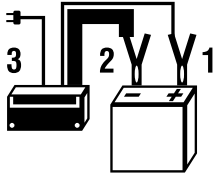

Fig. 3 – Secuencia para conectar el cargador
- c. Conecte la pinza roja del cargador al polo positivo de la batería (posición 1 de la Fig. 3).
- d. Conecte la pinza negra del cargador al polo negativo de la batería (posición 2 de la Fig. 3).
e. Enchufe el tomacorriente (posición 3 de la Fig. 3).